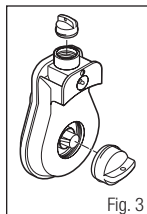

Fig. 3
3. Retire os plugues da entrada e saída do motor/ventoinha como mostrado e verifique se as vedações estão na sua posição. Não descarte os plugues; eles devem ser re-inseridos durante a limpeza (Fig. 3).